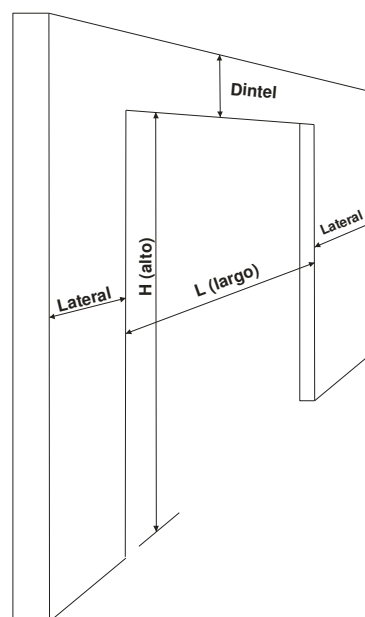

Fig. 1
- Asegúrese antes de empezar con el montaje de que el hueco cumple con los requisitos mínimos (*fig. 1*)
- Además deberá comprobar que el dintel tenga 72 mm., y que los espacios laterales son los necesarios (*fig. 1*).
En primer lugar procederemos al montaje de la guía del suelo, sobrepuesta o empotrada. Es muy importante comprobar el nivel del suelo. Utilícese para ello un nivel, una vez marcada se atornilla al suelo, a 34 mm., desde la pared al eje de la guía y la segunda guía se colocará a 100 mm desde el eje de la primera al eje de la segunda. La segunda guía es entera desde el principio de la puerta hasta el final del hueco, la primera se coloca a ras de la parte trasera y llegará a la mitad del hueco de paso aproximadamente (fig. 1).